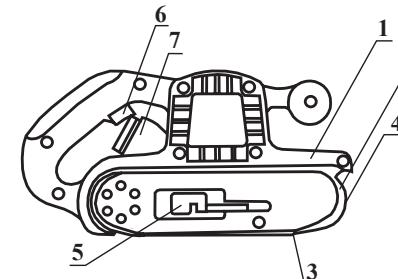

рис. 1
Общий вид шлифмашины схематично представлен на рис. 1:
6.3 Установка ленты производится на отключённой от электросети шлифмашине. Для замены и установки ленты 4 (рис. 1) - вытяните рычаг 5 (рис. 1) механизма натяжения из гнезда в корпусе, наденьте ленту на ролики и, вернув в исходное положение, произведите натяжение ленты.
7.1 После установки рабочего инструмента (шлифлента) можно приступать к выполнению работ. Включите шлифмашину и отрегулируйте сбег ленты с роликов. Движущаяся лента не должна выходить за пределы опоры 3 (рис. 1).